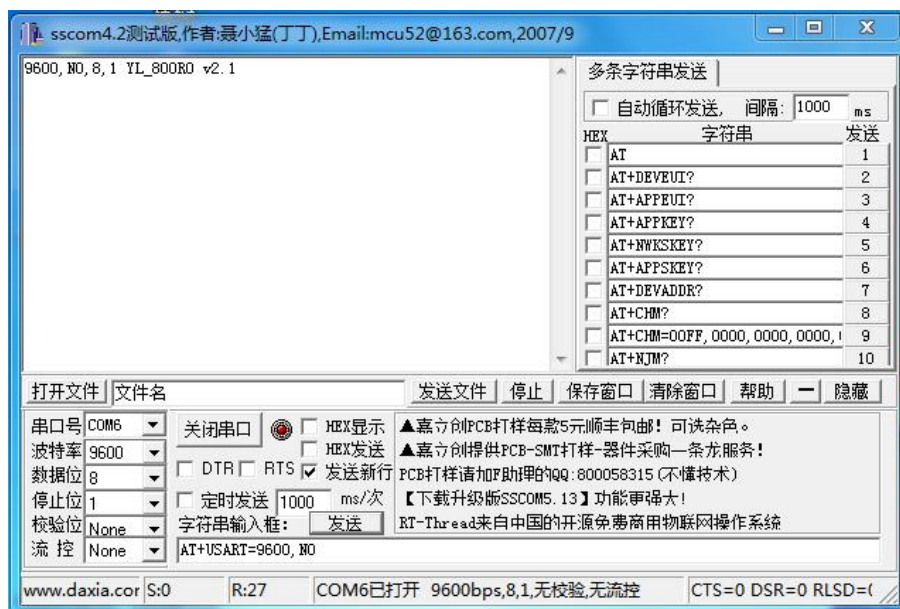

图 1.2.1 串口调试助手获取模块当前串口参数和软件版本号
- 1、 先确认模块的串口参数，可通过串口调试助手来获取模块串口参数。方法是打开串口调试助手，选择对应端口号，端口参数设置成 9600bps、无校验、8 位数据位、1 位停止位，连接模块，通电瞬间会把模块当前的串口参数发出，在调试助手上显示出来。如图 1.2.1 所示：